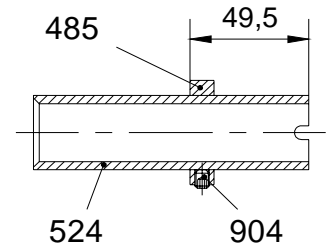

Fig. 21
- 5) Montar sobre la camisa VDMA 524, el anillo tope del cierre mecánico VDMA 485 colocado a 49,5 mm del final de la camisa en el lado de la hendidura para la chaveta (ver fig. 21).